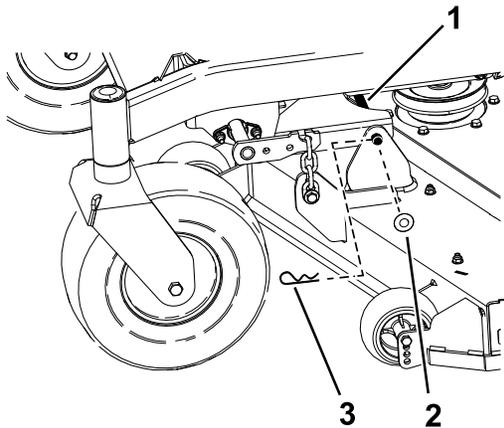

**Figura 67**
7. Retire las cadenas de los ganchos de los brazos de elevación de la carcasa (Figura 67).
6. Eleve la parte trasera de la carcasa de corte y conecte las cadenas a los brazos de elevación traseros (Figura 67).
7. Conecte las cadenas delanteras a los brazos de elevación delanteros (Figura 67).